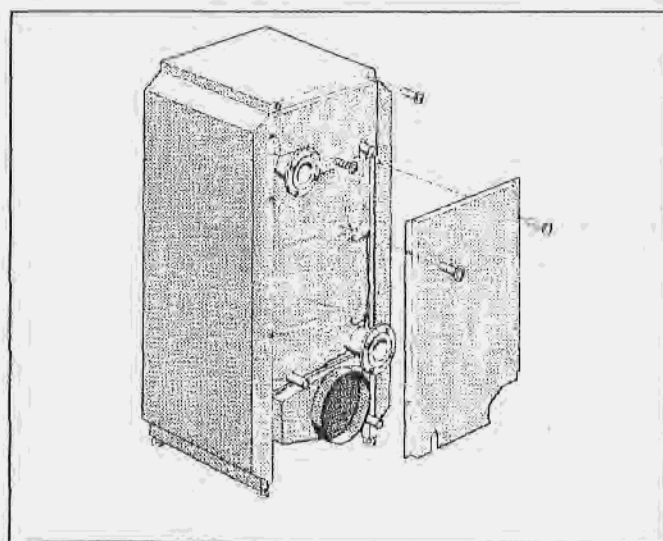

Fig. 27 - Schéma de principe
- Poser la paroi arrière supérieure sur les arêtes des parois latérales et la fixer à gauche et à droite à l'aide d'une vis parker dans le capot et l'arête des parois latérales (fig. 27).
- Poser la paroi arrière inférieure sur les arêtes des parois latérales et la fixer à gauche et à droite à l'aide de 2 vis parker dans l'arête des parois latérales (fig. 27).